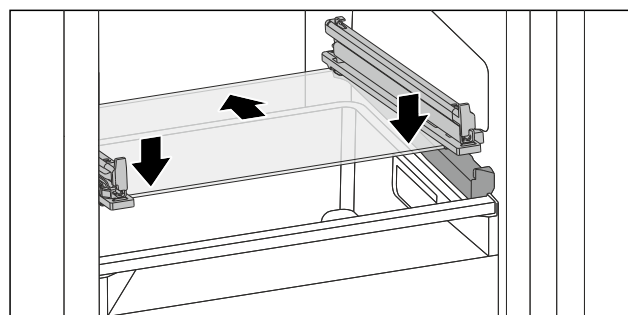

Fig. 141 可倾斜抽屉的玻璃隔板
- ▶ 将玻璃隔板斜放在止动器后面。(参见 Fig. 141)